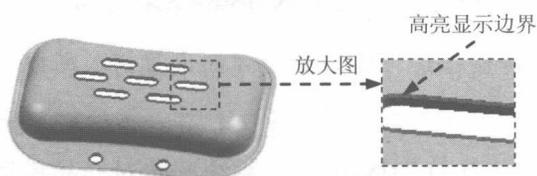

图 1.11 高亮显示孔边界
Step2. 定义修补边界。在“边补片”对话框的 **类型** 下拉列表中选择 **体** 选项，然后在图形区中选取产品实体，此时系统将需要修补的破孔处加亮显示，如图 1.11 所示。